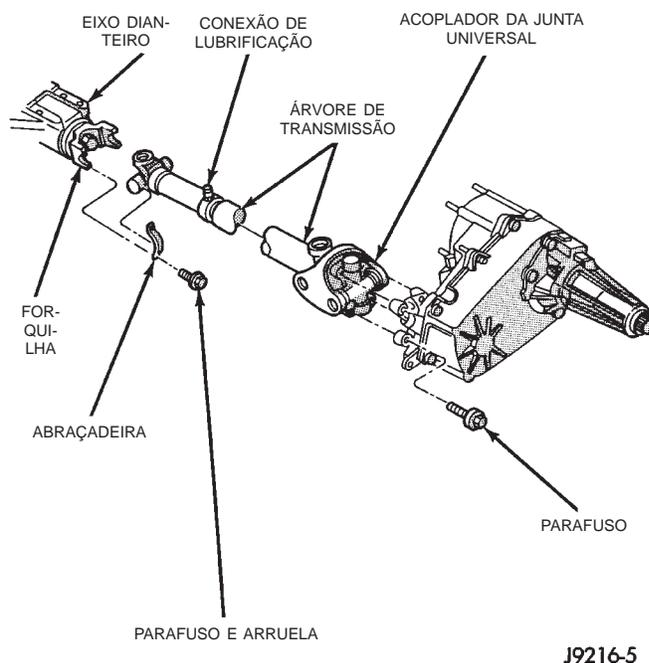

Fig. 12 Árvore de Transmissão Dianteira
(1) Coloque a marcha da caixa de transmissão e de transferência na posição Neutral (Neutro). Eleve e apóie o veículo. Remova a placa deslizante, se assim equipado.
(2) Utilizando um marcador adequado, faça uma linha através da forquilha na caixa de transferência, na culatra de ligação e na forquilha da árvore de transmissão na parte traseira da árvore de transmissão dianteira, para usar como referência na instalação.
(3) Faça uma linha através da forquilha da árvore de transmissão e da forquilha do eixo do pinhão, para obter referência quando da instalação.
(4) Remova os parafusos da correia da junta universal na forquilha do eixo do pinhão (Fig. 12).
(5) Remova os parafusos que prendem a árvore de transmissão na forquilha da caixa de transferência.
(6) Remova a árvore de transmissão.